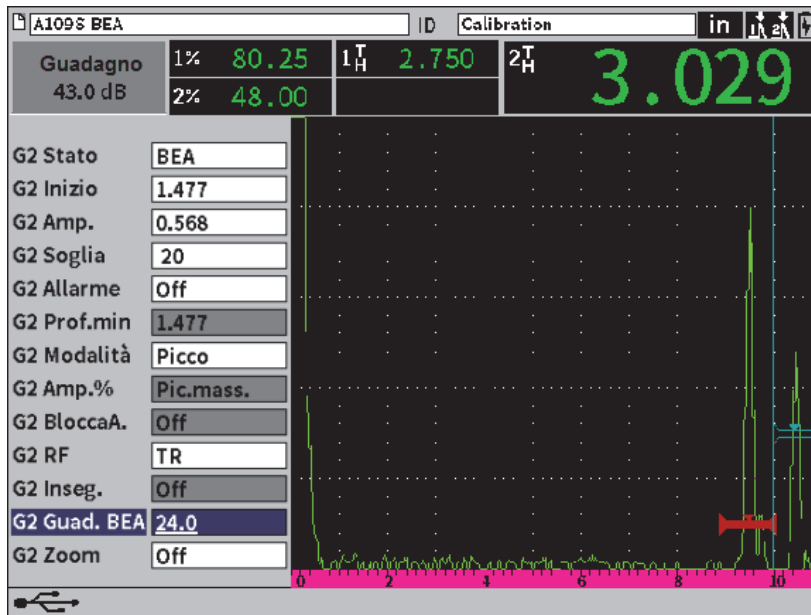

Figura 11-29 Regolazione del guadagno dell'eco di fondo
1. Nella finestra di dialogo del gate 2, premere il tasto Tab per selezionare **G2 Guad. BEA** (vedere Figura 11-29 a pagina 216).